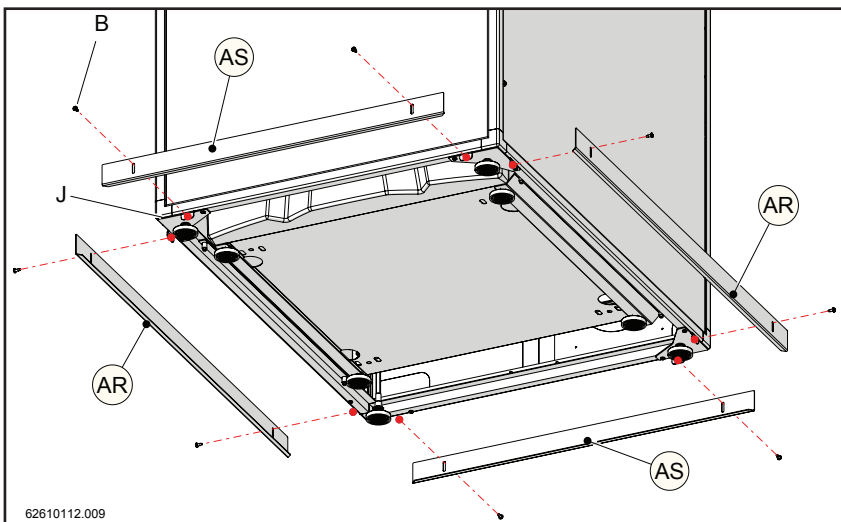

Figure 15-70
- 18.- Appliquer les couvertures (AR) et (AS), sur le cadre inférieur "J" avec les vis "B", comme dans les figures 15-70 et 15-71.